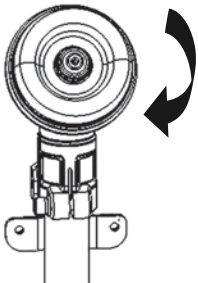

Рис. 7
1. Отсоединить гайку (по часовой стрелке), фиксатор катушки и опорную пластину от корпуса редуктора (рис. 7 и 8)